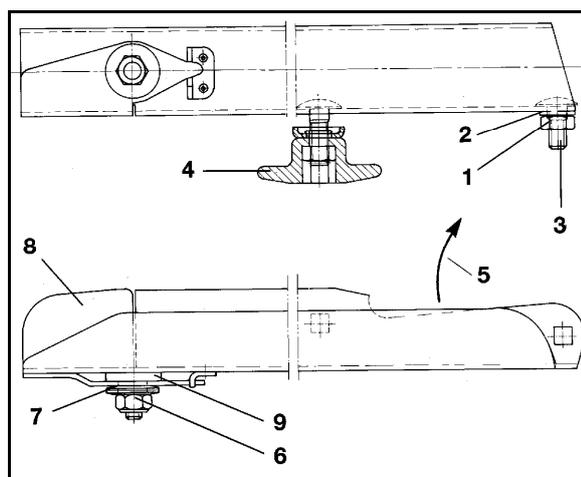

Fig. 78
1. Desserrez l'écrou autobloquant (Fig. 78/6).
2. Retirez l'écrou autobloquant (Fig. 78/6), les rondelles (Fig. 78/7) et l'aileron mobile (Fig. 78/8) de l'axe de fixation.
3. Veillez à ce que la rondelle en plastique (Fig. 78/9) reste sur l'axe de fixation.
- 4.1 Emmanchez le nouvel aileron mobile (Fig. 78/8) sur l'axe de fixation.
- 4.2 Placez les rondelles (Fig. 78/7) l'une sur l'autre en opposition (ne pas les empiler) sur l'axe de fixation.
- 4.3 Bloquez la rondelle en plastique (Fig. 78/9), l'aileron mobile (Fig. 78/8) et les rondelles (Fig. 78/7) avec un écrou autobloquant neuf (Fig. 78/6) en position mobile sur l'aube d'épandage.
- 4.4 Serrez l'écrou autobloquant (Fig. 78/6) avec un outil en veillant à ce que l'aileron mobile (Fig. 78/8) puisse encore être déplacé manuellement, mais qu'il ne puisse pas se relever plus haut de lui-même en cours de travail.